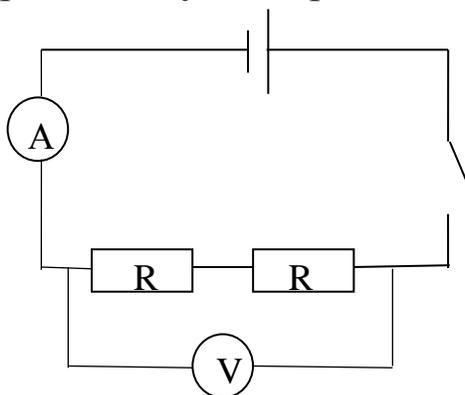

Рис. 1
2. Нарисуйте в тетради схему электрической цепи (рис.1).